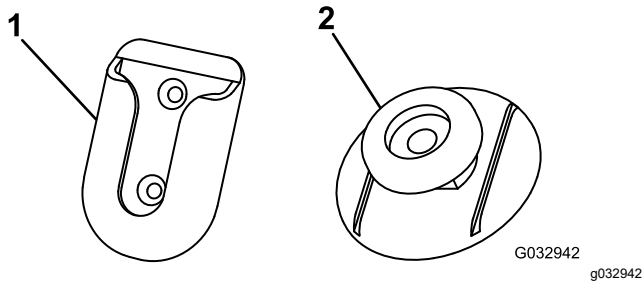

Bild 5
4. Reinigen Sie die Rückseite der Drehbefestigung (Bild 5) mit dem Alkoholwisch Tuch und trocknen sie.
8. Entfernen Sie das Trägermaterial von einer Seite des Klebematerials und bringen es an der Rückseite der Befestigungsnase an (Bild 5).